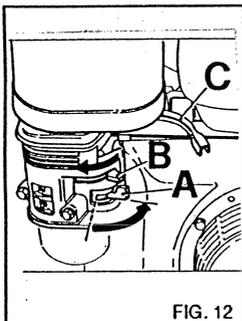

FIG. 12
1) Abrir el grifo de la gasolina A a la posición ON (fig. 12).
2) Colocar la palanca de arranque B en la posición (fig. 12). Si el motor está caliente o la temperatura ambiente es elevada esta operación no es necesaria.
4) Una vez puesto en marcha el motor colocar nuevamente en su posición inicial la palanca de puesta en marcha B (fig. 12).
2) Cerrar el grifo de la gasolina en la posición OFF (fig. 12).